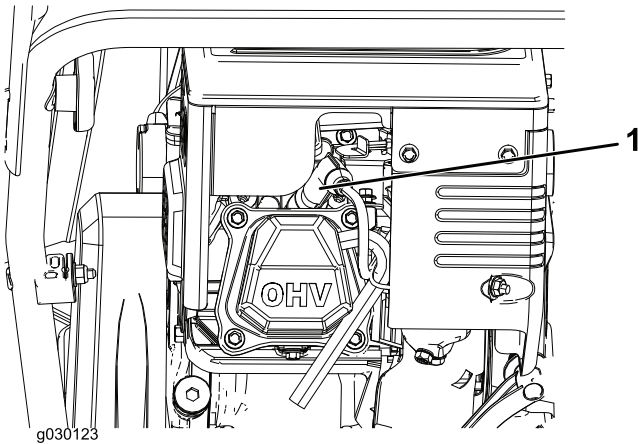

Figura 24
1. Togliete la guaina (Figura 24).